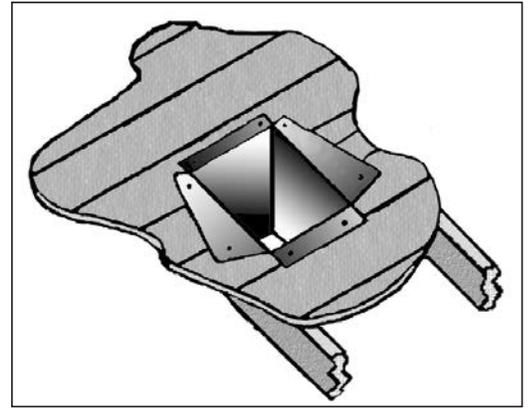

Figure 41: Cathedral Ceiling Support Box Installation.
- Utiliser des cisailles, coupez la "boîte de support" à partir des coins supérieurs à la ligne de toit, et plier les rabats résultant sur le revêtement de toit (Figure 41). Avant de clouer dans le toit, d'exécuter un cordon de mastic non durcissant autour des bords supérieurs de la "boîte de support", pour faire un joint entre la boîte et le toit. Nettoyez tout matériau combustible de l'intérieur de la «boîte de support».